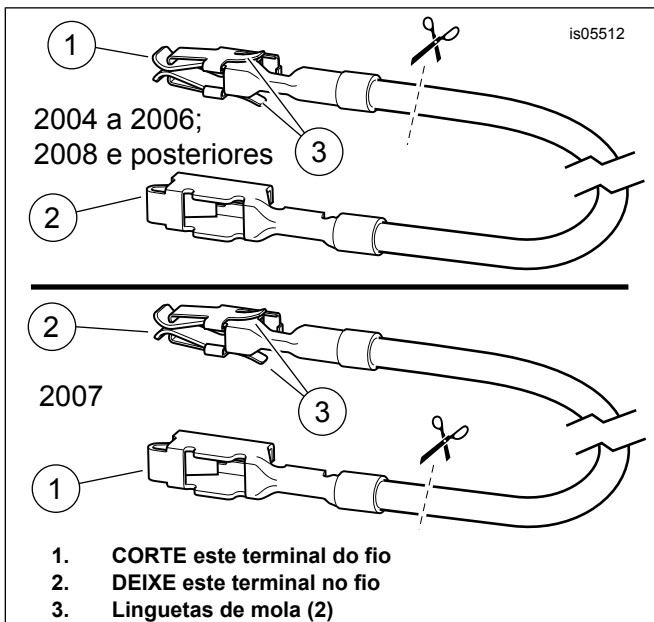

Figura 12. Fio adaptador do bloco de fusíveis (FL Touring)
2. Pegue o fio laranja/branco adaptador do bloco de fusíveis (15) do kit.
- a. **Para modelos ano 2004 a 2006:** Veja a figura 12. (vista superior). Observe o terminal em cada extremidade. Somente o terminal SEM linguetas de mola cabe na cavidade do fusível. Corte cuidadosamente o terminal COM linguetas de mola do fio e descarte-o.
- b. **Para modelos ano 2007:** Veja a figura 12. (vista inferior). Observe o terminal em cada extremidade. Somente o terminal COM linguetas de mola cabe na cavidade do fusível. Corte cuidadosamente o terminal SEM linguetas de mola do fio e descarte-o.
- a. Veja Figura 12. (vista superior). Observe o terminal em cada extremidade. Somente o terminal COM linguetas de mola cabe na cavidade do fusível. Corte cuidadosamente o terminal SEM linguetas de mola do fio e descarte-o.